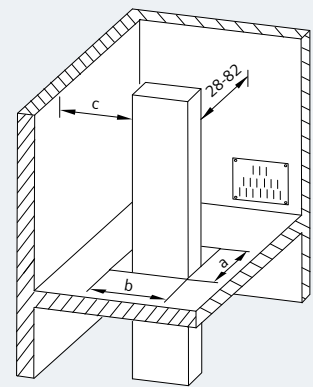

Abb. 4/23: Randbedingungen bei der Positionierung der Brandschottung (Maße in mm)
- Bei der Brandschottung durch eine Decke ist bezüglich der Positionierung von Schienenverteilersystemen mit Abgangskästen, Einspeisekästen und speziellen Befestigungselementen zu beachten (Abb. 4/23):